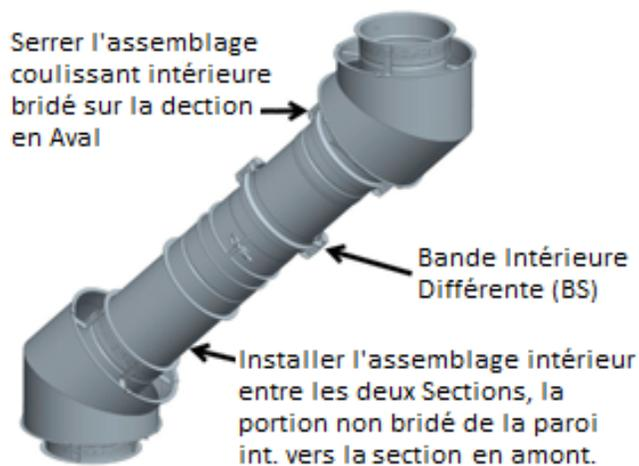

Figure 16 - Étape 4-5 - Installez le LV interne et fixez la bride d'extrémité de sortie
**Étape 5** - Assemblez la paroi intérieure sur la section du dessus (d'un côté de la sortie des gaz) tout comme une section standard (voir la section **ASSEMBLAGE ENTRE DEUX SECTIONS**). Voir figure 16.